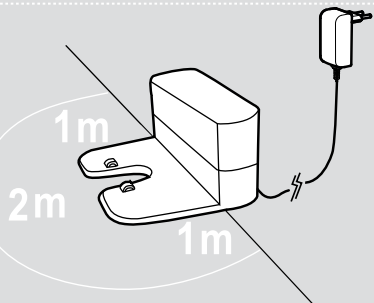

Fig. 2
1. Plugg inn hovedadapteren og koble den til ladestasjonen. **[Fig. 2]**
[Fig. 2]